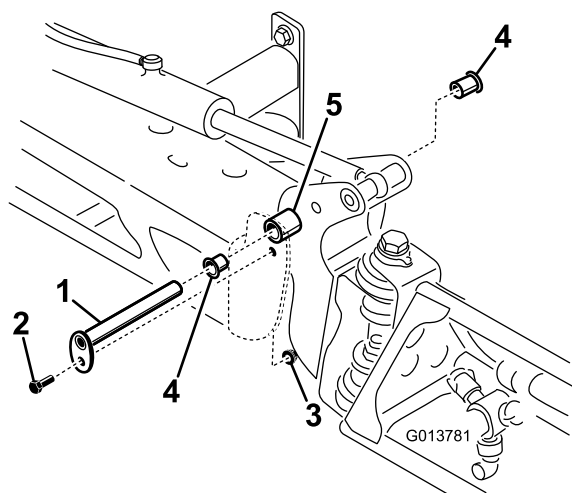

图65
- 支撑住喷洒臂的重量，然后拆下将枢轴销紧固到喷洒臂组件的螺栓和螺母（图65）。拆下枢轴销。
- 从枢轴支架的前后侧拆下尼龙轴套并进行检查（图65）。更换任何受损的轴套。
- 将喷洒臂和枢轴支架装回中心机架上，对准开口（图65）。